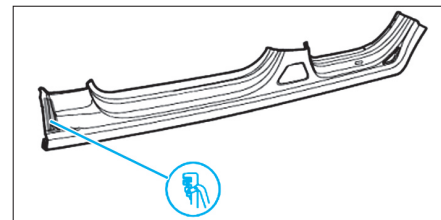

FIG. 73
- Perforer la pièce neuve (Fig.73).